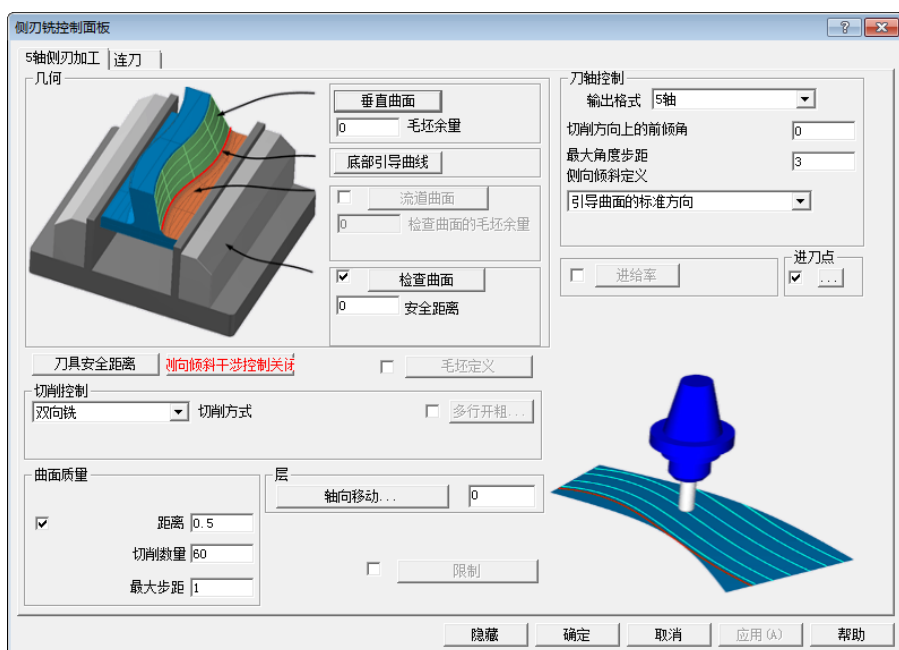

图 5-170 “侧刃铣控制面板”对话框(2)
3) 单击“刀路轨迹”后的“进入”按钮，弹出“侧刃铣控制面板”对话框(2)，设置参数如图5-170所示。